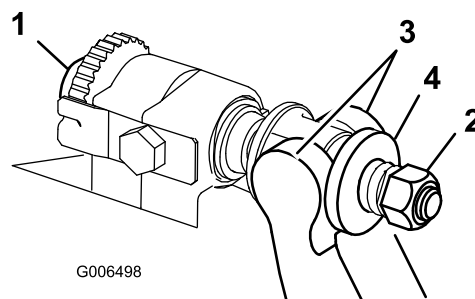

Figure 1
2. Tournez les vis de réglage de la barre d'appui dans le sens antihoraire pour éloigner la contre-lame du cylindre (Figure 1).
3. Faites sortir l'écrou de tension du ressort jusqu'à ce que la rondelle ne soit plus tendue contre la barre d'appui (Figure 1).